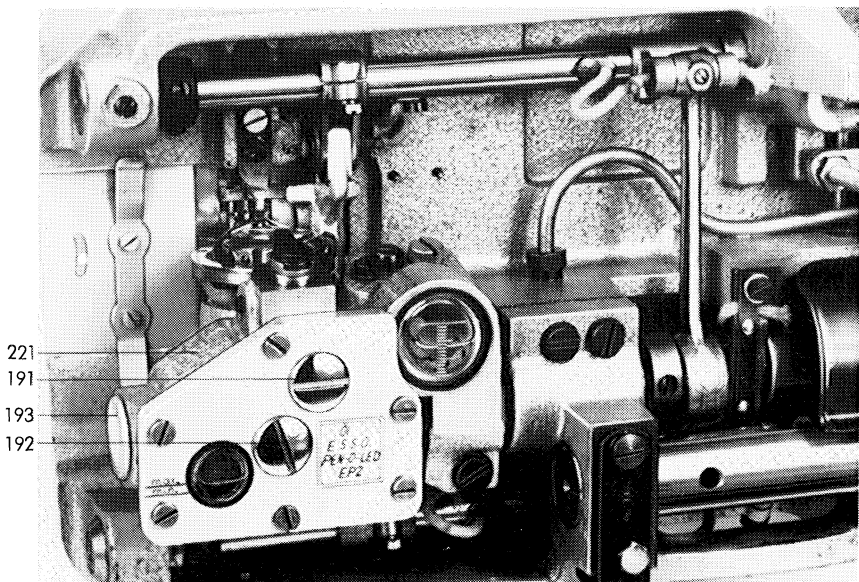

Abb. 29
1. Die zwei Schrauben 191 und 192 (Abb. 29) mit Dichtungsringen herauserschrauben und den Stopfen 193 entfernen; ist das Greiferantriebsgehäuse mit Öl gefüllt, dann muß erforderlichenfalls die nach hinten umgelegte Maschine auf der linken Seite etwas höher gelegt werden, damit kein Öl aus der freiwerdenden Bohrung des Stopfens 193 herausfließt;